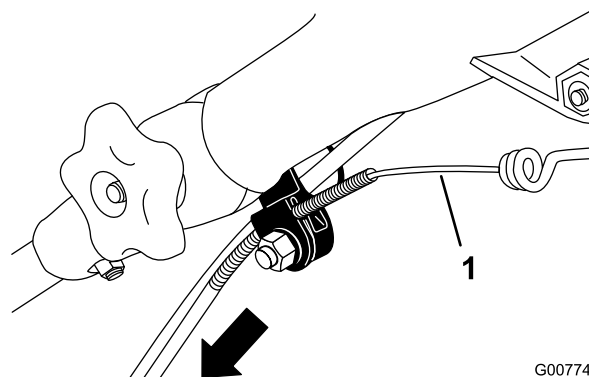

Figura 21
3. Tirate verso il basso la guaina del cavo fino ad eliminare l'imbandito del cavo esposto (Figura 21).